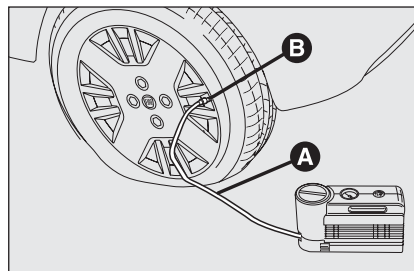

fig. 15
- Serrer le frein à main.** Dévisser le capuchon de la soupape du pneu, extraire le flexible de remplissage **A-fig. 15** et visser la bague **B** sur la soupape du pneu;